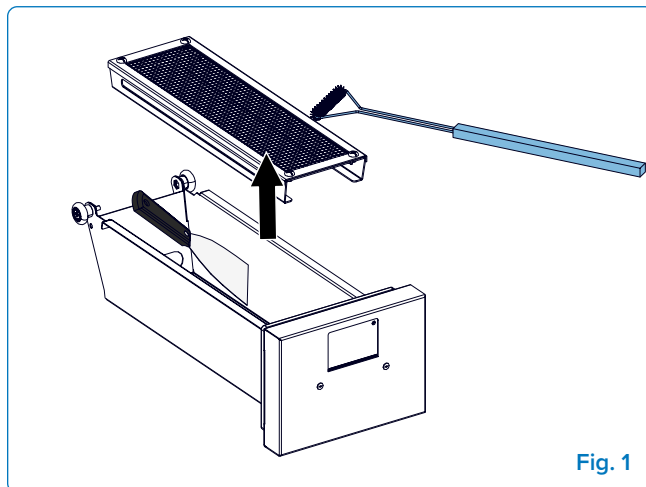

Fig. 1
4. **Ta bort och rengör nätet** – Ta ut nätet som håller träflisen. Skaka av eventuella rester och borsta rent (**Fig. 1**).